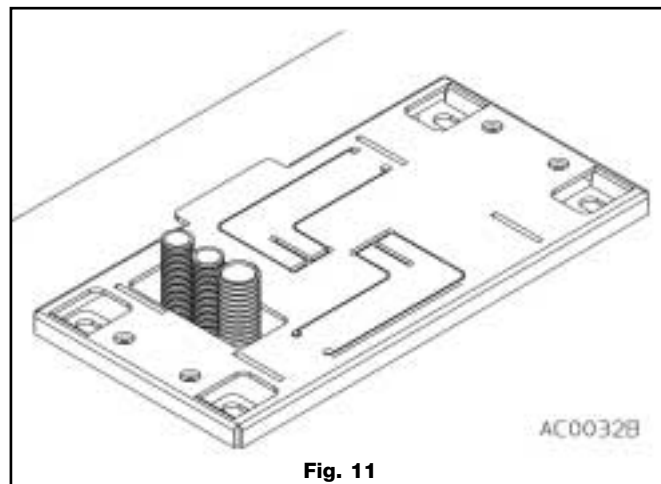

Fig. 11
- i) Au bout de 2/3 jours, lorsque le béton s'est solidifié, poursuivre l'installation en coupant les fourreaux des câbles électriques 15-20 mm au-dessus de la plaque d'ancrage (fig. 11).